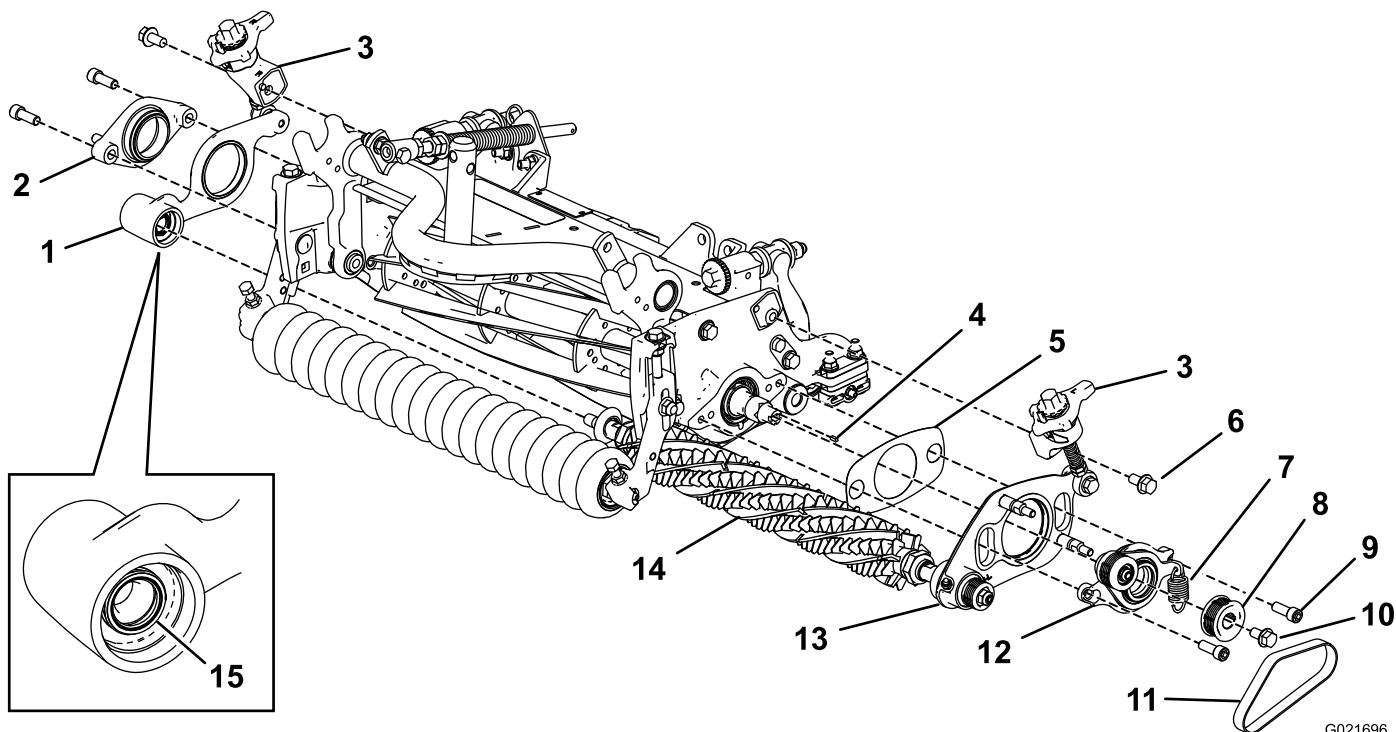

図 10
21. カッティングユニットの駆動側で、ピボットハブ、駆動側グルーマプレート、およびシムを、カッティングユニットのサイドプレートに取り付ける；ソケットヘッドねじ（3/8 x 1 インチ）2本を使用する。図 10を参照。取り付け前に、ねじ山に 242 ロクタイト（青）を塗りつける。
22. グルーマ・シャフトに非駆動側グルーマプレートを取り付ける（図 10）。シール・スプリングを落とさないように注意すること。
23. カッティングユニットのサイドプレートに、非駆動側のピボットハブを固定する；ソケットヘッドねじ（3/8 x 1 インチ）2本を使用する。図 10を参照。取り付け前に、ねじ山に 242 ロクタイト（青）を塗りつける。
ヘッドボルト（3/8 x 3/4 インチ）2本を使用する。図 10を参照。
26. 駆動プーリのキー溝に固着防止剤を塗り、スロットに角キーをはめ込み、駆動プーリを取り付けて駆動シャフトにキーで固定する（図 10）。
27. フランジヘッドボルト（3/8 x 3/4 インチ）のねじ山にロクタイト242（青）を塗って駆動シャフトに取り付け、37-45 N-m（27-33 ft-lb = 3.7-4.6 kg.m）にトルク締めする（図 10）
28. プーリにグルーマ・ベルトを取り付ける（図 10）。ベルトのリブが、各プーリの溝にきちんとはまるように取り付けること。